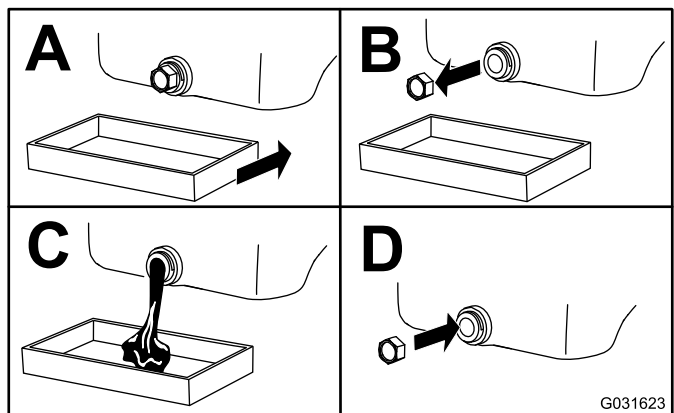

Figure 86
5. Vidangez l'huile moteur, comme montré à la Figure 86.